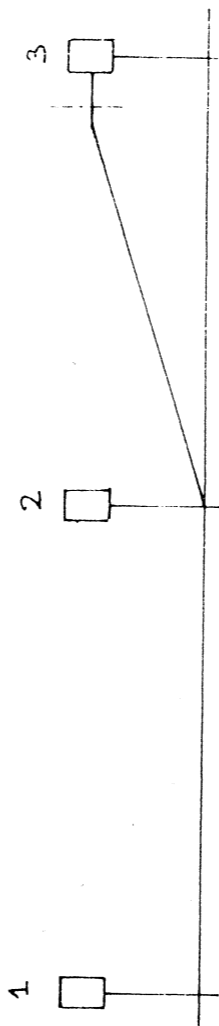

FIG:37
- Lorsqu'un tronçon de 8 ou 10 m. de caténaires sera réalisé, prévoyez la tension du porteur principal. Le schéma est celui de la figure 37. Dans la réalité ce porteur principal en 3 est accroché au poteau après isolation. Pour nous il faut mettre une petite roulette comme pour le fil de contact. Le nylon va sous la table et est tendu par un poids. La roulette est placée légèrement au-dessus de la console du poteau 3.